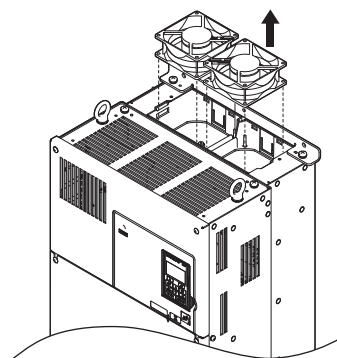

Figura 7.14 Remoção da ventoinha de refrigeração: 4A0094, 4A0114
2. Levante diretamente acima do ventilador de refrigeração como mostrado na Figura 7.14. Desconecte o conector de relé e retire o ventilador do inversor.